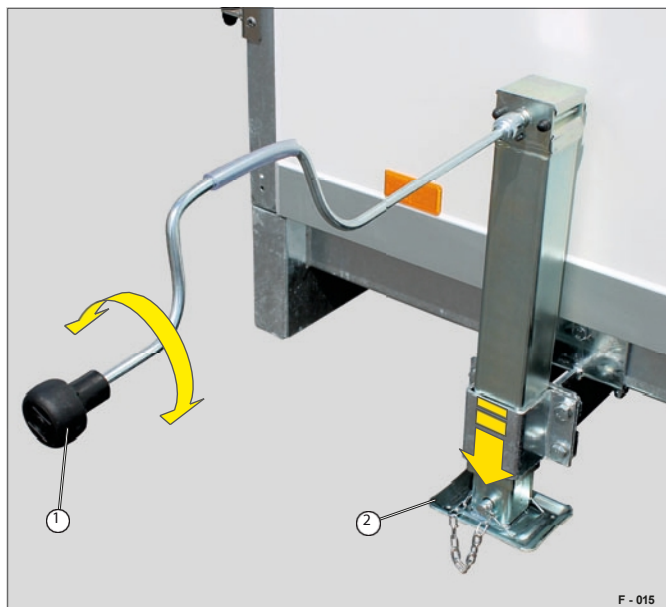

Fig. 14 Manövrering av teleskopiskt vevstöd
- Vrid veven (Fig. 14/1) så att den justerbara foten (Fig. 14/2) skjuts ut.